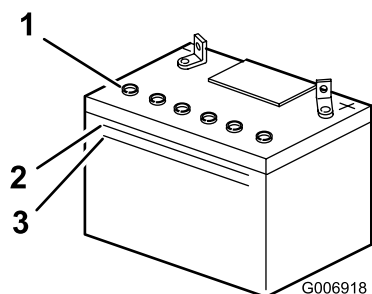

Figure 25
2. Observez le côté de la batterie. Le niveau de l'électrolyte doit atteindre le trait supérieur (Figure 25).
Remarque: Le niveau d'électrolyte ne doit pas descendre au-dessous du trait inférieur (Figure 25).
3. Enlevez les bouchons d'aération de la batterie (Figure 25)
4. Versez de l'eau distillée avec précaution dans chaque élément jusqu'au repère supérieur (Figure 25) sur le côté de la batterie.
5. Attendez 5 à 10 minutes après avoir rempli les éléments. Au besoin, ajoutez de l'eau distillée pour amener le niveau jusqu'au repère supérieur sur le côté de la batterie (Figure 25).